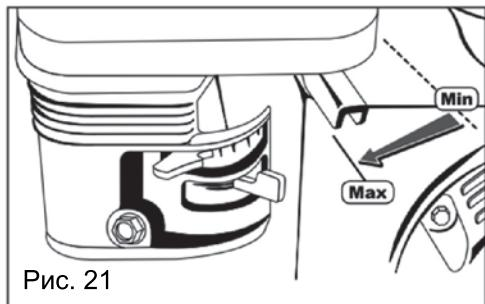

Рис. 21
2. Переместите рычаг управления дроссельной заслонкой в среднее положение (Рис. 21).
1. Передвиньте рычаг управления дроссельной заслонкой вправо – в положение «MIN» (Рис. 21).